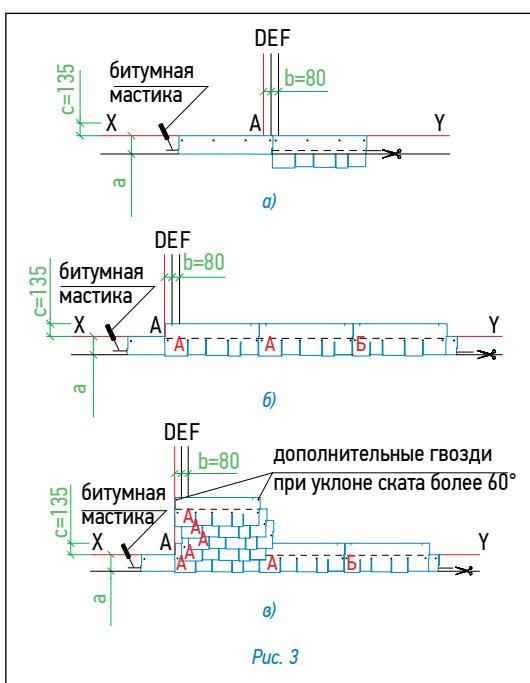

Рис. 3
Укладка материала (рис. 3)
- далее первый ряд черепицы укладывается от линии AD в следующей последовательности: тип А, тип А, тип Б (рис. 3б);
- второй ряд черепицы укладывается от линии E (со смещением 8 см от AD) (рис. 3в);
Каждый лист гибкой черепицы крепится 5 гвоздями в штатных местах таким образом, чтобы гвоздь прошивал и верхний край нижележащего листа черепицы (рис. 3б).